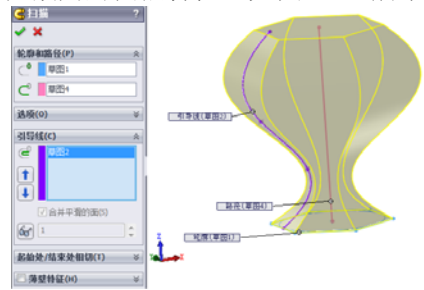

图 3-34 引导线扫描
- 9. 在[引导线]栏中单击引导线按钮，然后在图形区域中选择引导线。此时在图形区域中将显示随者引导线变化截面的扫描特征，如图 3-34 所示。